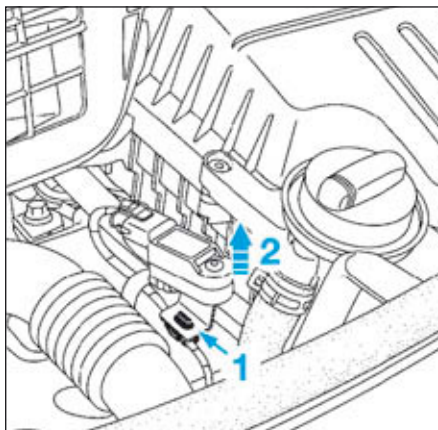

FIG.13
- Dégrafer le câblage du capteur de pression en (1) (Fig.13).
- Déclipper le capteur de pression (2).